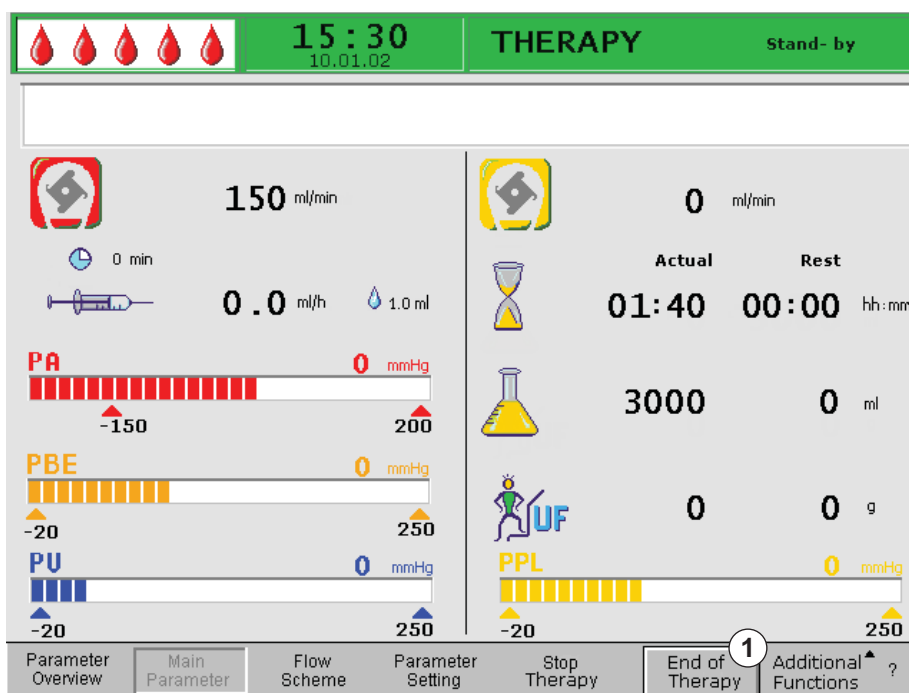

Рис. 6-5 Экран *Main Parameter* (Основной параметр) с пунктом меню *End of Therapy* (Конец лечения)
По достижении желаемого объема плазмы аппарат переключается в режим ожидания. Контур крови продолжает циркуляцию с последним выбранным значением расхода крови. Курсор автоматически указывает на пункт меню *End of Therapy* (Конец лечения) в строке меню (Рис. 6-5, ①).